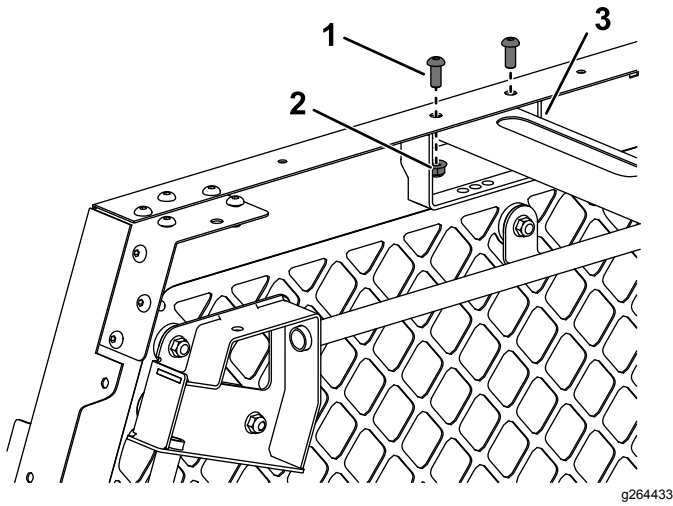

Figura 13
1. Instale cada lado del soporte de montaje con 2 tornillos de cabeza de botón (5/16" x 3/4") y 2 tuercas con arandela prensada (5/16"); consulte la Figura 13.